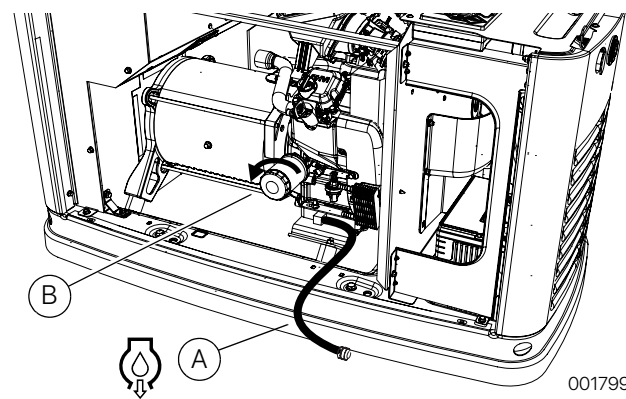

Рис. 4-3. Розташування масляного фільтра та зливу
3. Див. Рис. 4-3. Через кілька хвилин після зупинки двигуна, коли він злегка охолоне, зніміть передню панель. Зніміть зливний шланг мастила (A) з його тримача. Зніміть зі шлангу ковпачок і злийте мастило у відповідний контейнер.